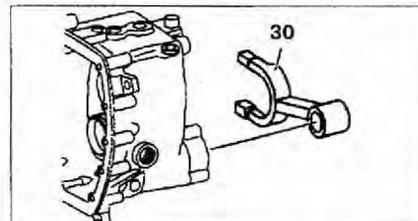

Рис. 4.87. Снимите вилку включения 30.
11. Снимите вилку включения 30 из корпуса коробки передач (рис. 4.87).